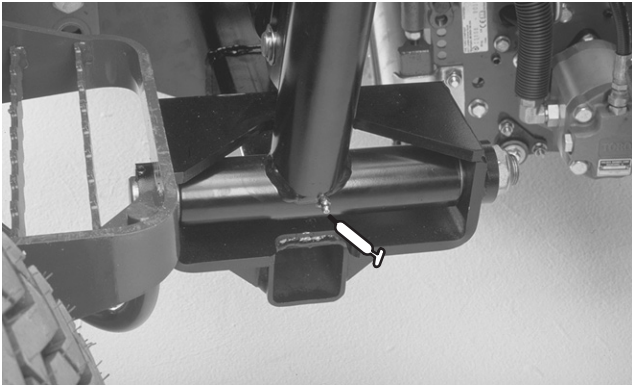

Bild 38
- Hubarm-Drehbüchsen (3) (Bild 38)